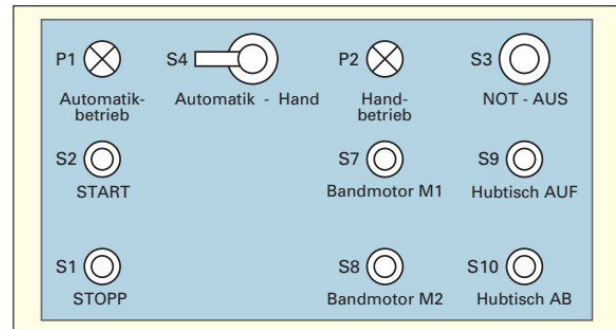

Bild 1: Bedienfeld und Betriebsmittel
- Analysieren Sie die dargestellten Betriebsmittel (**Bild 2**) und ordnen Sie die eingesetzten Betriebsmittel dem Bedienfeld **Bild 1** zu. Ergänzen Sie die folgende Tabelle.